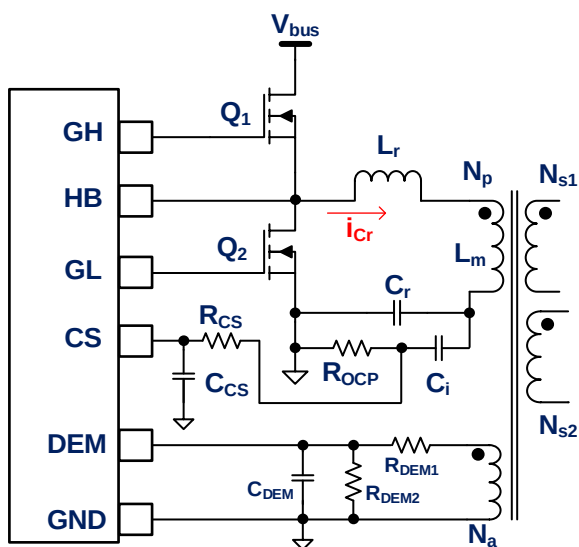

图 12 容性区保护检测电路图
KP2591(A) 集成自适应容性区保护功能，以提高系统工作可靠性。芯片通过 CS 管脚检测的谐振电流信号和 DEM 管脚检测的辅助绕组电压信号实现容性区保护功能，电流检测电路与辅助绕组检测电路如图 12 所示 (注意变压器同名端与下图保持一致)。